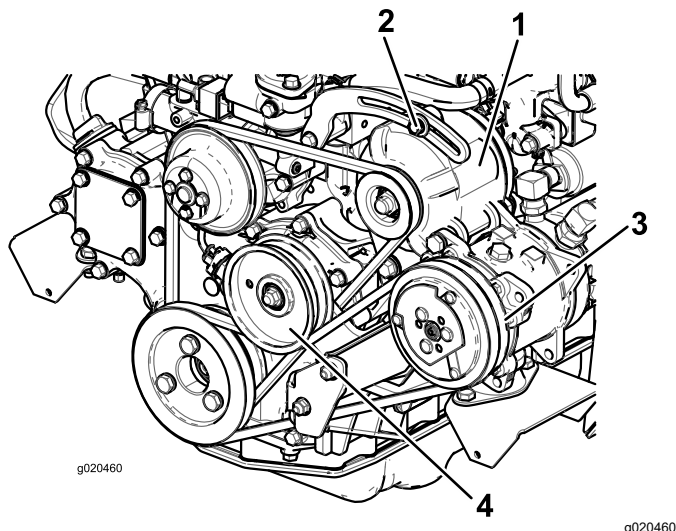

Figure 112
Si vous n'obtenez pas une flèche de 10 mm (3/8 po), desserrez les boulons de fixation de l'alternateur (Figure 112).
2. Si vous n'obtenez pas une flèche de 10 mm (3/8 po), desserrez les boulons de fixation de la poulie de tension (Figure 112).